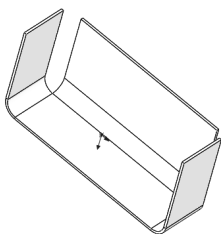

图 9-28 源文件
- 02 在“打开”对话框中选定文件名为“9.3”, 然后单击“OK”按钮, 或者双击所选定的文件, 即打开所选文件, 如图 9-28 所示。